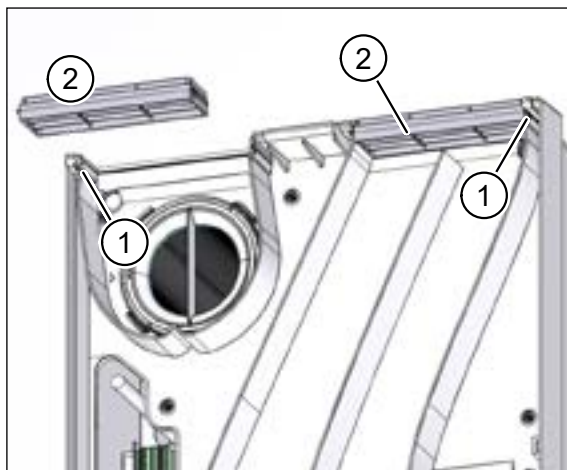

Рис. 40: снять воздухораспределительную решетку
- ▶ Нажмите одновременно на оба «ушка» (поз. 1 на рис. 40) и осторожно потяните обе воздухораспределительные решетки (поз. 2 на рис. 40) на себя.